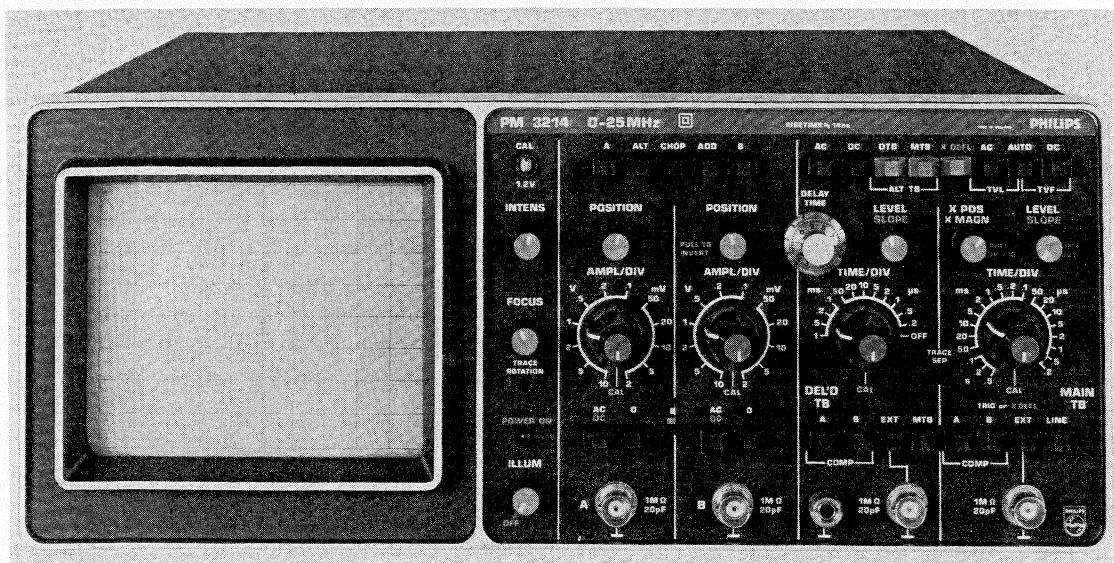

Fig. 2.2. Vorderansicht des Oszillografen mit Bedienungsorganen und Buchsen
2.2 BEDIENUNGSELEMENTE UND BUCHSEN (Siehe Abb. 2.2)